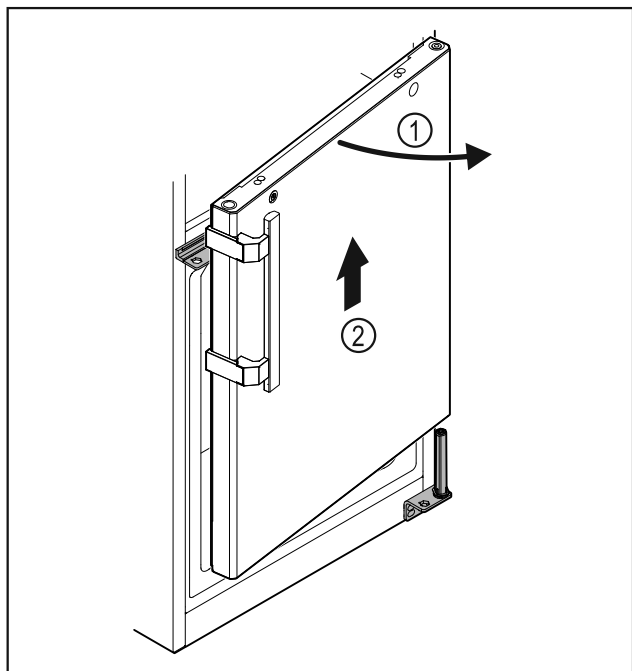

Fig. 33
- ▶ Deschideți ușor ușa Fig. 33 (1), ridicați aproximativ 200 mm drept în sus și detașați-o Fig. 33 (2).